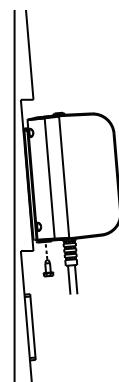

Fig. 3
5. Fije el controlador al reborde inferior de la placa de montaje usando los tornillos autorroscantes M4 x 10 mm suministrados. (Fig. 3)